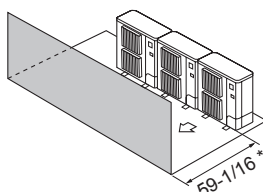

Fig. 2-14
- ③ Obstacles à l'avant (Fig. 2-14)